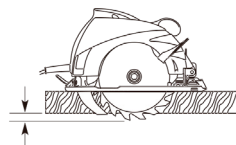

рис. 2
**Внимание!** Для предотвращения поломки зубьев и получения качественного пропила, глубину пропила следует выставлять таким образом, чтобы пильный диск выступал из распиливаемого материала на 3-6мм. Чем меньше выступает зуб, тем ровнее рез (рис.2).